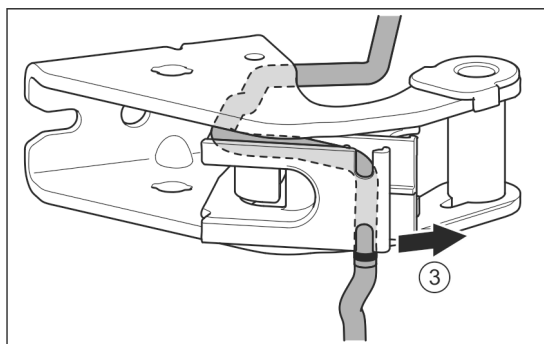

Fig. 25
- Suelte el cable de la guía. Fig. 25 (3)